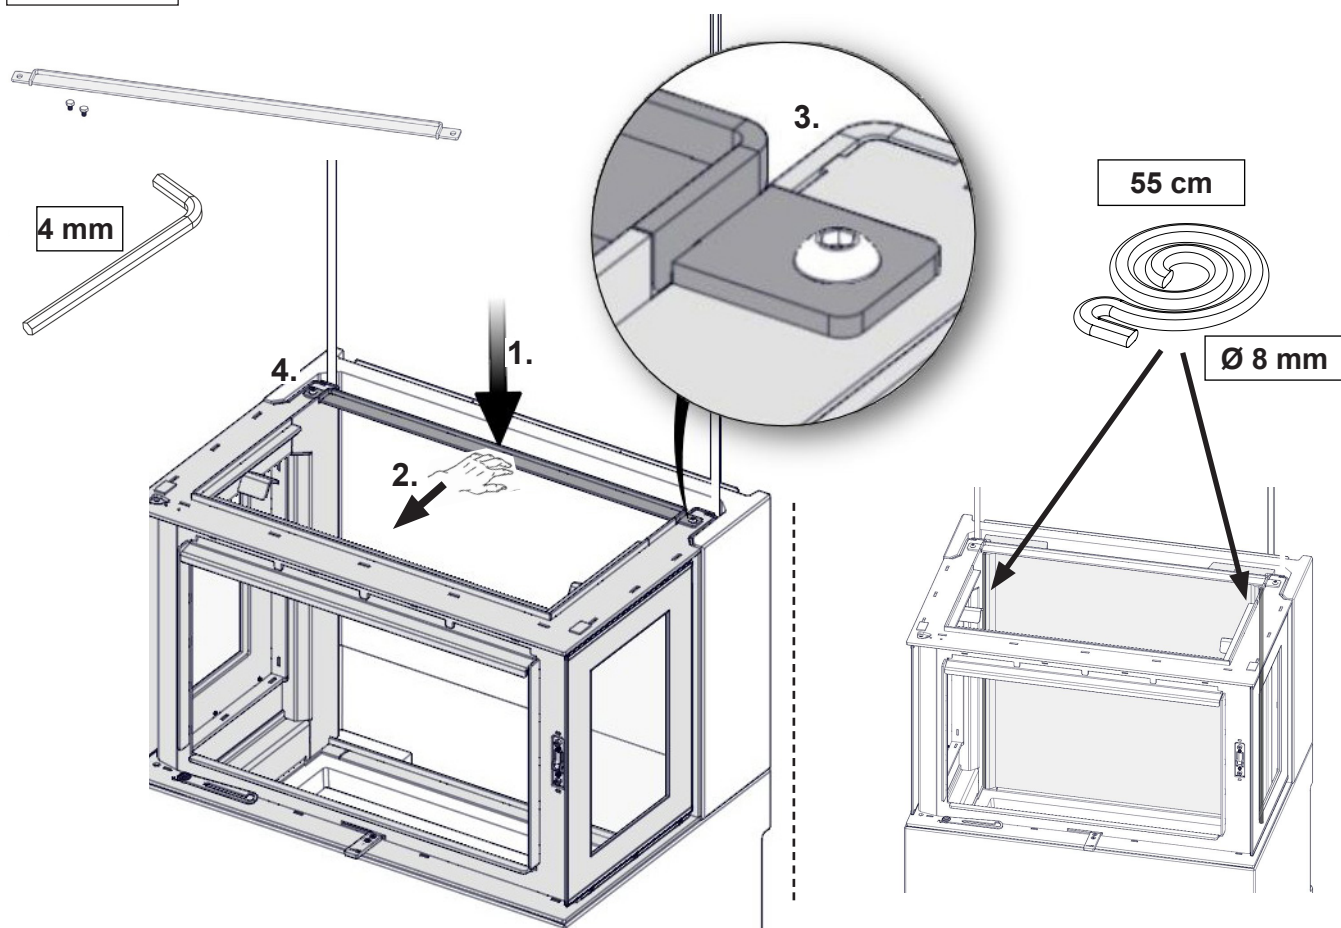

**FIG 13** **SALZBURG U**
**FIG 13 a**    **SALZBURG U**